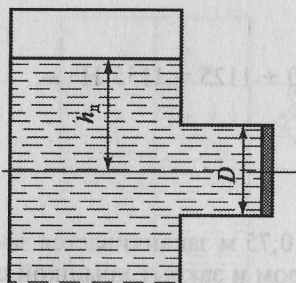

Рис. 3.11
**Задача 3.11.** Трубопровод диаметром  $d = 0,75 \text{ м}$  заканчивается заполненным нефтью ( $\rho = 860 \text{ кг/м}^3$ ) резервуаром и закрыт крышкой с 12 болтами (рис. 3.11). Свободная поверхность в резервуаре находится на расстоянии  $h_d = 7 \text{ м}$  от центра тяжести крышки. Напряжение на разрыв стали болтов  $[\sigma] = 7000 \text{ Н/см}^2$ . Определить силу давления жидкости на крышку, глубину центра давления и диаметр болтов, если  $D = d$ .